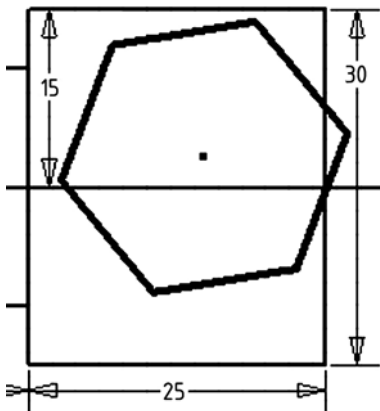

Рис. 14
- Центр шестиугольника ставим произвольно внутри прямоугольника, так же произвольно ставим и управляющую вершину (рис. 14).